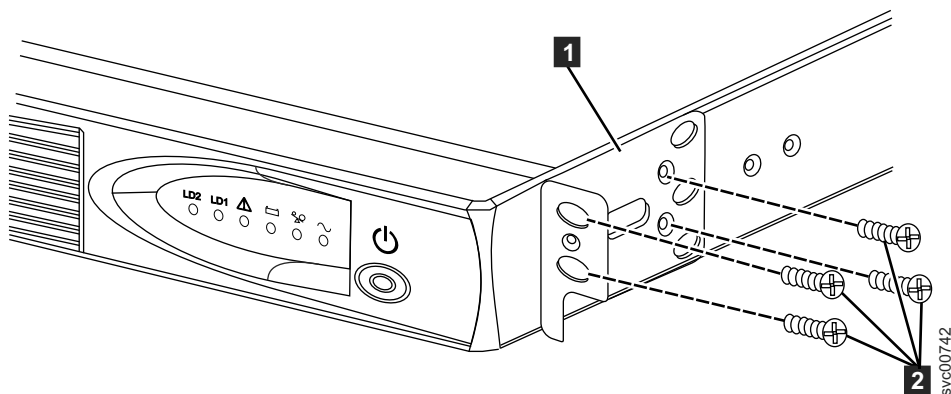

Figura 353. Instalando os suportes de montagem do 2145 UPS-1U para o 2145 UPS-1U
3. Conecte o lado longo de um suporte de montagem **1** em cada lado do 2145 UPS-1U usando quatro parafusos M3 × 6 **2** para cada suporte, conforme mostrado em Figura 353 na página 433.